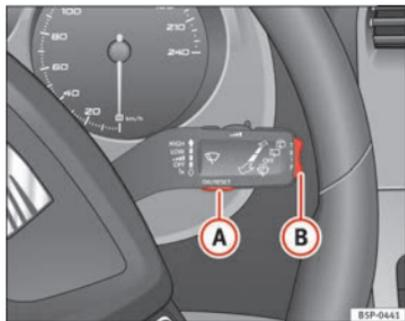

Fig. 47 Leva del tergicristallo (MFA): tasto A per la conferma del menu, tasto B per il passaggio ad un altro menu
- Selezionare dal menu principale l'opzione **Stato del veicolo**: "Menu principale" e premere il tasto **OK** sulla leva del tergicristallo **A** ⇒ fig. 47. **Oppure**